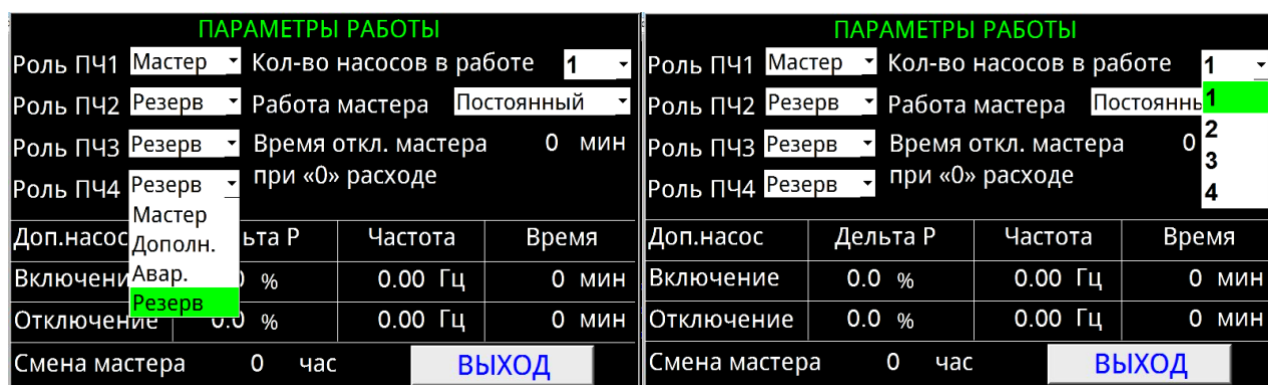

Рисунок 4 Окно «ПАРАМЕТРЫ РАБОТЫ»
2.2.4. В окне «Параметры работы» (Рисунок 4) расположены параметры, отвечающие за логику работы насосов. Описание параметров расположено в таблице ниже.